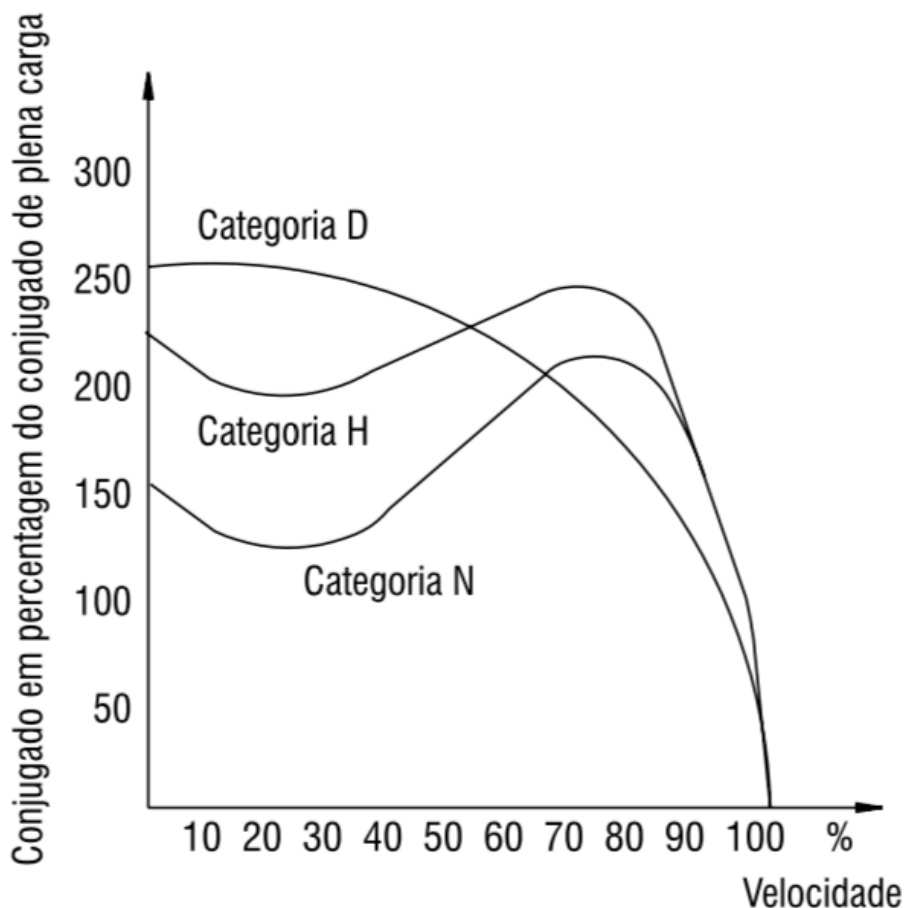

Figura 15 – Curvas conjugado x velocidade para diferentes categorias de motores.
- Conjugado versus velocidade – Os motores podem ser classificados em categorias, conforme suas características de conjugado em relação à velocidade e corrente de partida. A categoria N apresenta conjugado de partida normal, corrente de partida normal e baixo escorregamento; categoria H tem alto conjugado de partida, corrente de partida normal e baixo escorregamento; e categoria D tem alto conjugado de partida, corrente de partida normal e alto escorregamento. A Figura 15 mostra curvas típicas para a relação conjugado versus velocidade para motores trifásicos de indução com rotor de gaiola.